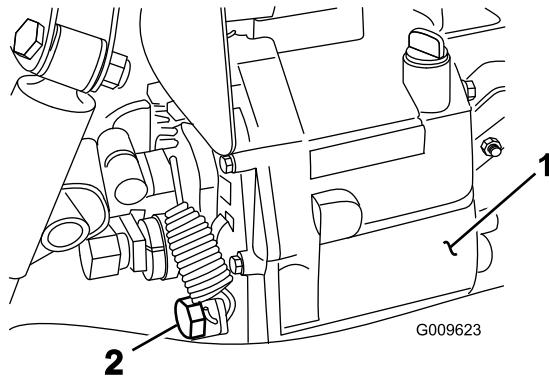

Bild 69
- Nehmen Sie die Ablassschraube an der Seite des Behälters ab und lassen Sie das Hydrauliköl in die Auffangwanne ablaufen (Bild 69).